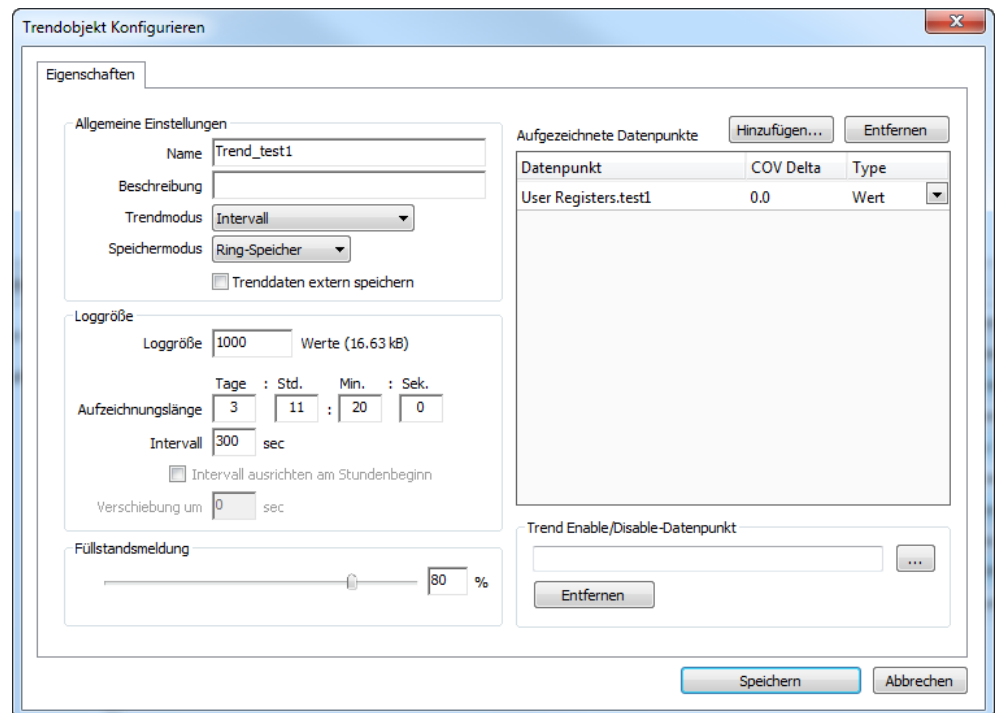

Abbildung 70: Grundlegende Trend-Objekt-Konfiguration.
- Im Dialog **Neues Trendobjekt erstellen** geben Sie einen Namen und optional eine Beschreibung für das Trend-Log-Objekt an (siehe Abbildung 70).